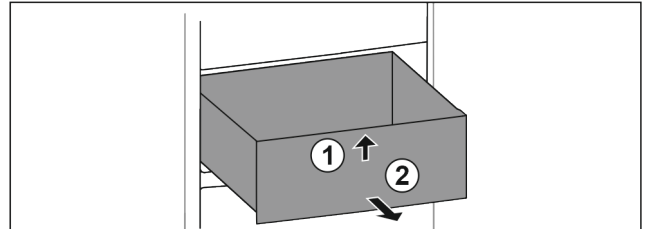

Fig. 84
- ▶ Lade aan de voorkant optillen. Fig. 84 (1)
- ▶ Lade naar voren toe verwijderen. Fig. 84 (2)